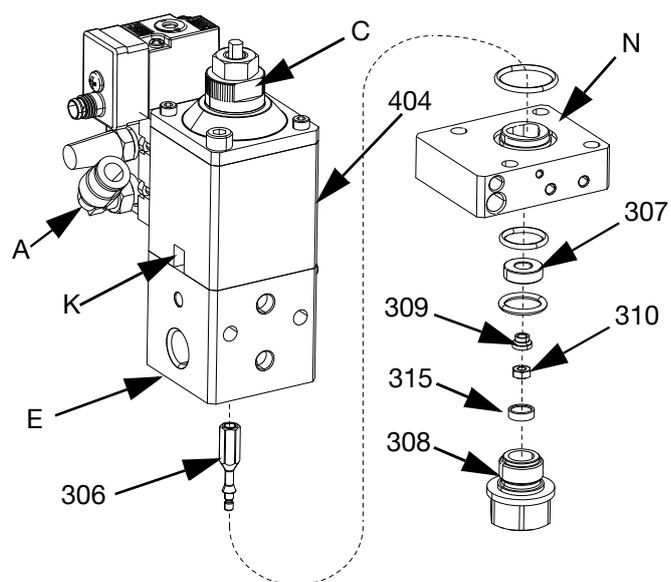

FIG. 16
1. Utilisez l'outil d'assemblage de joints (806) pour installer le nouveau kit de joints (101, 201) sur la tige de piston avec la bride contre la section d'air (B).
2. Retirez et conservez l'outil d'assemblage de joints (806).
4. Placez une clé Allen dans la tige de piston (410) située dans l'orifice de purge (K). Voir FIG. 16.